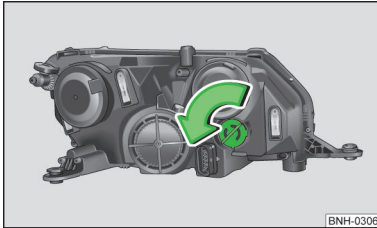

Abb. 162
- Die Fassung mit der Glühlampe » Abb. 162 bis zum Anschlag in Pfeilrichtung drehen und herausnehmen.